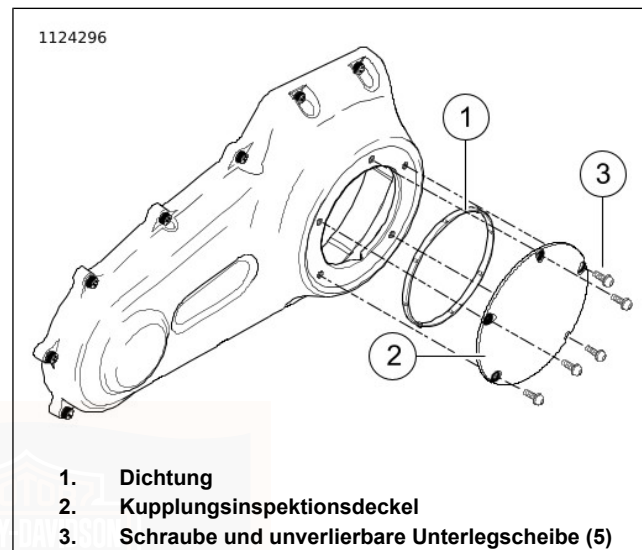
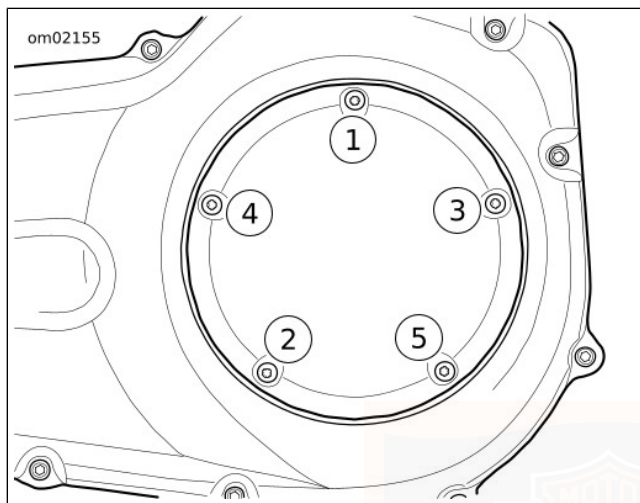

Abbildung 96. Kupplungsdeckel (Typisch)
Abbildung 97. Anzugsreihenfolge für Kupplungsdeckel
6. Siehe Abbildung 96. Schrauben (3) und Kupplungsinspektionsdeckel (2) entfernen.
7. Dichtung (1) entfernen. Das Öl von der Nut im Kettengehäusedeckel und der Befestigungsfläche abwischen.
- b. Siehe Abbildung 96. Die **neue** Dichtung (1) in die Nut des Kupplungsinspektionsdeckels (2) einsetzen. Jede Noppe auf der Dichtung in die Nut drücken.
- c. Den Kupplungsinspektionsdeckel (2) mit Schrauben und unverlierbaren Unterlegscheiben (3) sicher befestigen.
- d. Siehe Abbildung 97. In der angegebenen Reihenfolge auf folgendes Drehmoment anziehen: 9,5–12,2 N·m (84–108 **in-lbs**).